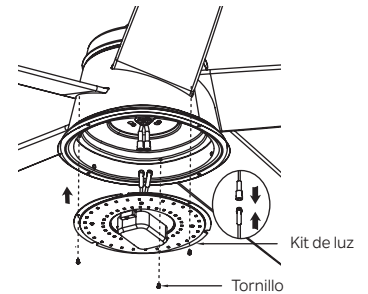

Figura 21
**Paso 1.** Conecte los 2 conectores de una clavija del kit de luz a los 2 conectores de una clavija del conjunto del motor. Alinee los tres orificios redondos del kit de luz con los orificios de la carcasa del interruptor, apriete firmemente con tres (3) tornillos que se encuentran en el paquete de accesorios del kit de luz. (Figura 21)